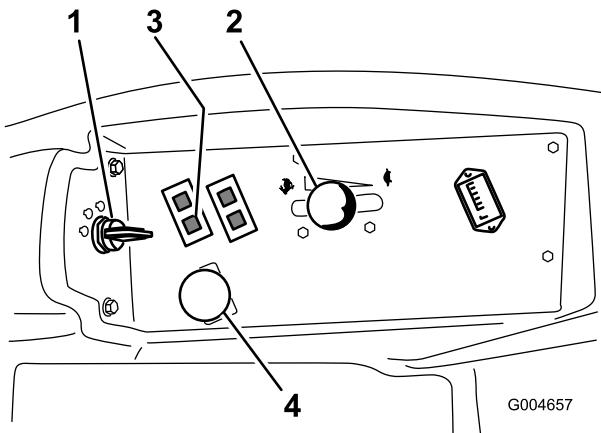

Bild 18
5. Bewegen Sie den Gasbedienungshebel in die Mittelstellung zwischen Langsam und Schnell (Bild 18).
4. Schieben Sie den Zapfwellenantriebsschalter auf „Aus“ (Bild 18).